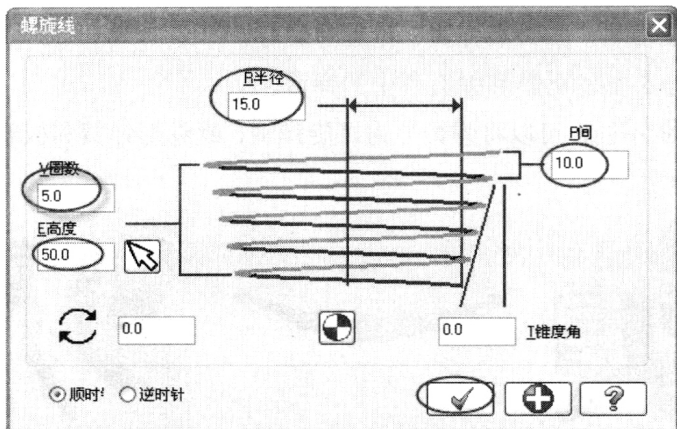
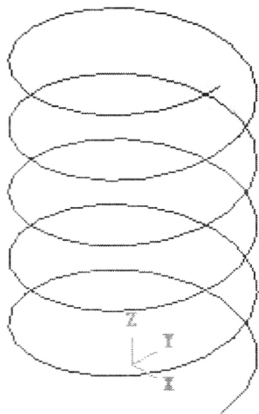

图 1-12 【螺旋线】对话框
图 1-13 螺旋线
- 1 在菜单栏中选择【绘图】|【绘制螺旋线（锥度）】命令，弹出【螺旋线】对话框，在其中设置螺旋线的参数，如图 1-12 所示。选取坐标系原点作为螺旋线的放置位置点，效果如图 1-13 所示。